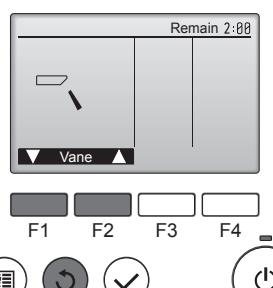

Fig. 7-4
- Pulse el botón [ACEPTAR] para visualizar la pantalla de funcionamiento Lama, y luego pulse los botones [F1] y [F2] para comprobar el sistema automático de desviación del aire. (Fig. 7-4)